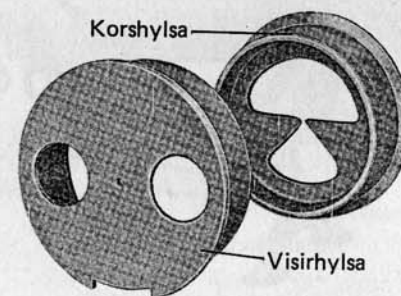

Bild 22. Siktkontrollinstrument
1. Placera korshylsan (se bild 22) i eldrörsmynningen och visirhylsan i patronläget. Stäng slutstycket.